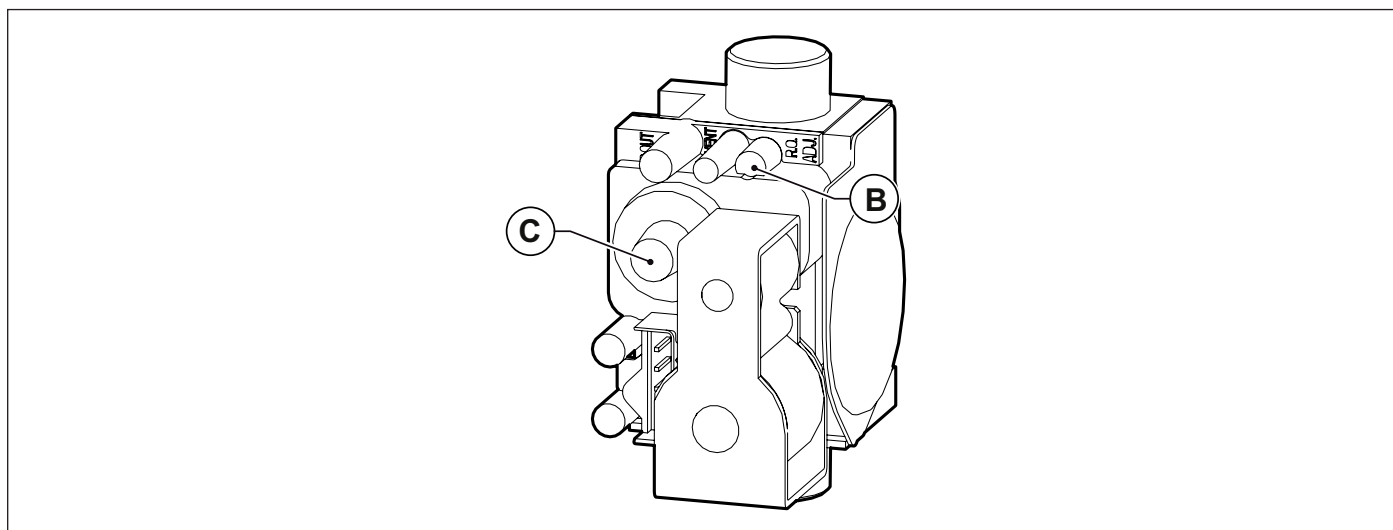

Fig. 30 Regolazione valore anidride carbonica
- Regolare il valore dell'anidride carbonica (CO₂) nei fumi ruotando il regolatore di rapporto **B** (vedi Fig. 30 Regolazione valore anidride carbonica) e assicurarsi che rientri nei limiti della Tab. 14 Valori di CO₂ nei fumi. Lasciare la caldaia in modalità spazzacamino e portarsi al passo successivo di regolazione alla potenza minima.
- Regolare il valore dell'anidride carbonica (CO₂) nei fumi ruotando il regolatore di offset **C** (vedi Fig. 30 Regolazione valore anidride carbonica) e assicurarsi che rientri nei limiti della Tab. 14 Valori di CO₂ nei fumi.